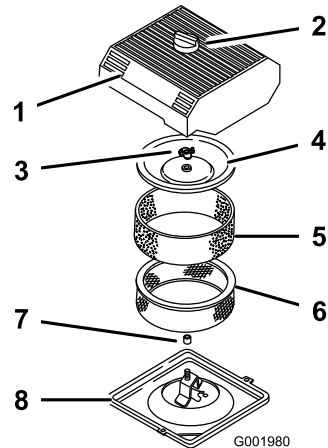

Figure 45
3. Nettoyez la surface autour du filtre à air pour éviter que des impuretés n'endommagent le moteur en tombant à l'intérieur (Figure 45).
4. Desserrez le bouton sur le couvercle du filtre à air et déposez le couvercle (Figure 45).
5. Sortez délicatement l'élément en mousse de l'élément en papier (Figure 45).
6. Dévissez l'écrou du couvercle et enlevez le couvercle et l'élément en papier (Figure 45).
- Glissez délicatement l'élément en mousse sur l'élément en papier (Figure 45).
- Vissez l'écrou à la main contre le couvercle (Figure 45).
- Remettez en place le couvercle du filtre à air et le bouton (Figure 45).